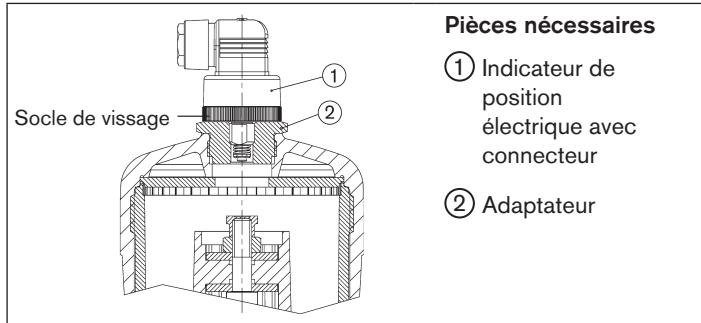

Figure 10 : Taille d'actionneur 50, 63, 80 (\varnothing en mm) avec indicateur de position électrique
- Dévisser le capot transparent du couvercle d'actionneur (6) (respecter les consignes de sécurité du chapitre « 10 » à la page 61 !).
- Visser l'adaptateur (2) au lieu du capot transparent sur l'actionneur (voir « Figure 10 »).
- Visser l'indicateur de position électrique (1) dans l'adaptateur (2), en respectant la remarque figurant au chapitre « 10 ».